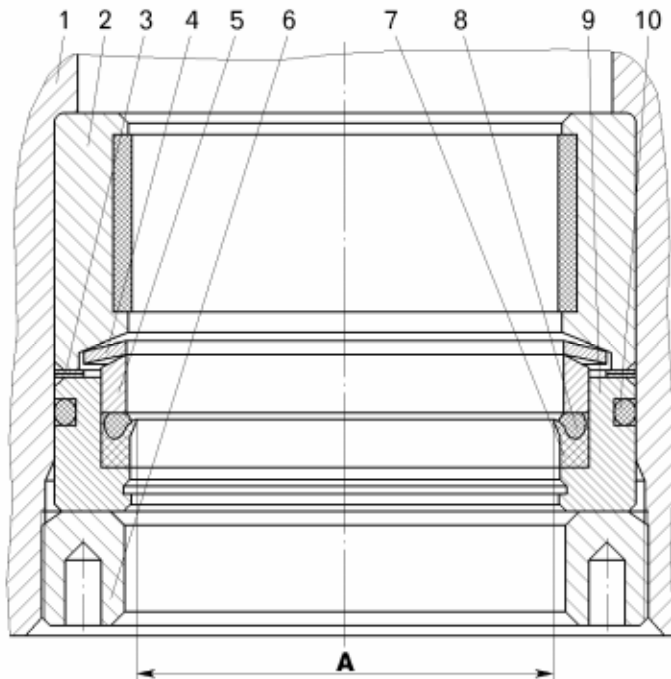

Рисунок 8.1.14 – Схема установки натяга манжеты штока:
- закрепить в стенде (смотри рисунок 8.1.8) трубу 1 (рисунок 8.1.14) основного цилиндра;
- отвернуть прижимную гайку 6 (смотри рисунок 8.1.14);